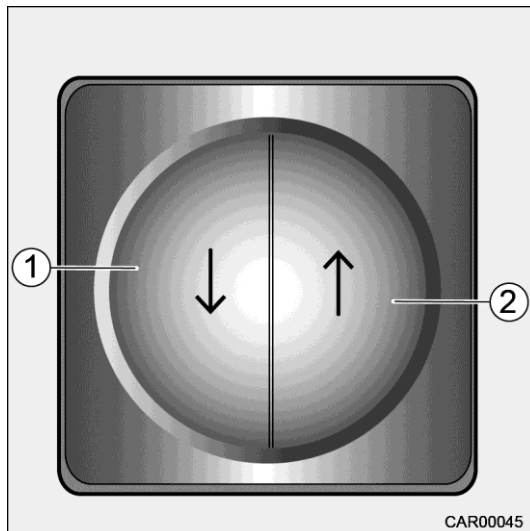

Fig. 70 Lit de pavillon électrique en cabine
2. Appuyer sur la touche (Fig. 70/1) et la maintenir appuyée pour abaisser le lit de pavillon. Abaisser complètement le lit de pavillon jusqu'à son support.
1. Appuyer sur la touche (Fig. 70/2) et la maintenir appuyée. Relever le lit de pavillon complètement jusqu'en butée.